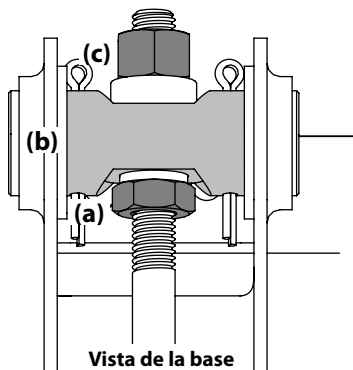

Figura 4-7
- Con una llave, eleve la parte delantera de la plataforma, para lo que debe aflojar las tuercas de seguridad (a) al frente del pasador de pivote (b) y luego ajuste las contratuercas (c) en la parte posterior de dicho pasador para elevar la parte delantera de la plataforma y sujetarla en su lugar. Consulte Figura 4-7.
- Con una llave, baje la parte delantera de la plataforma, para lo que debe aflojar las tuercas de seguridad (c) de la parte posterior del pasador de pivote (b) y luego ajuste la contratuerca (a) en el frente de dicho pasador para bajar el frente de la plataforma y sujetarla en su lugar. Consulte Figura 4-7.